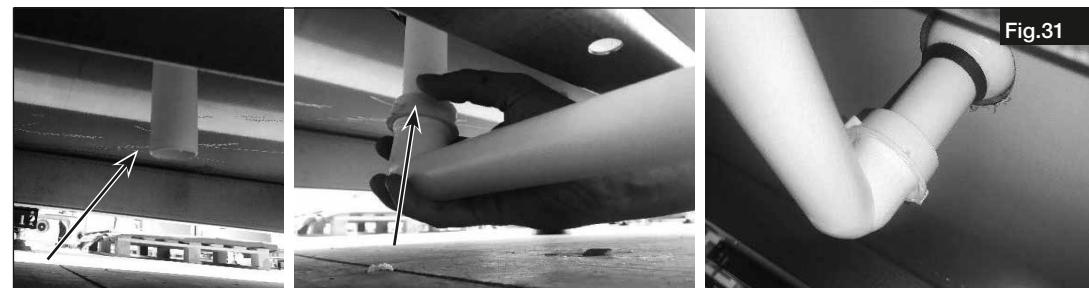

Fig.29
6. Monter les éléments d'assemblage du module sur la centrale AIR1 ou le chauffage externe et la batterie à détente directe réversible (DX) et les raccorder avec les vis 16 x 20 mm (voir Fig.29).